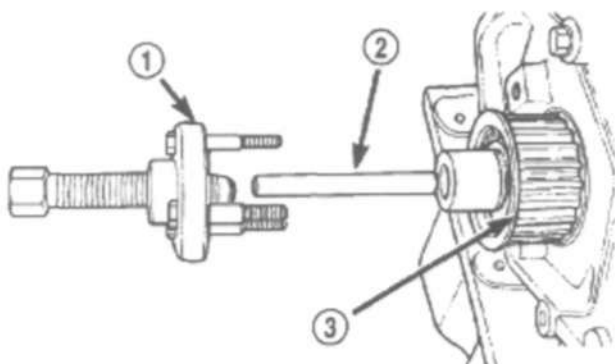

Рис. 82 Звездочка коленчатого вала - снятие.
- (1) Отсоединить минусовый провод АКБ.
- (2) Снять ремень ГРМ. (см. п. 9. ДВИГАТЕЛЬ/ФАЗЫ ГАЗОРАСПРЕДЕЛЕНИЯ/РЕМЕНЬ ПРИВОДА ГРМ/ЦЕПЬ И ЗВЕЗДОЧКИ СНЯТИЕ).
- (3) Снять заднюю крышку ремня ГРМ (м. п. 9. ДВИГАТЕЛЬ/ФАЗЫ ГАЗОРАСПРЕДЕЛЕНИЯ/РЕМЕНЬ ПРИВОДА ГРМ/КРЫШКА(И) ЦЕПИ - СНЯТИЕ).
- (4) Снять масляный поддон (см.п.9. ДВИГАТЕЛЬ/СМАЗКА/МАСЛЯНЫЙ ПОДДОН-СНЯТИЕ)
- (5) Снять звездочку коленвала при помощи спец. приспособлений 6793 и C-4685-C2 (Рис. 82).